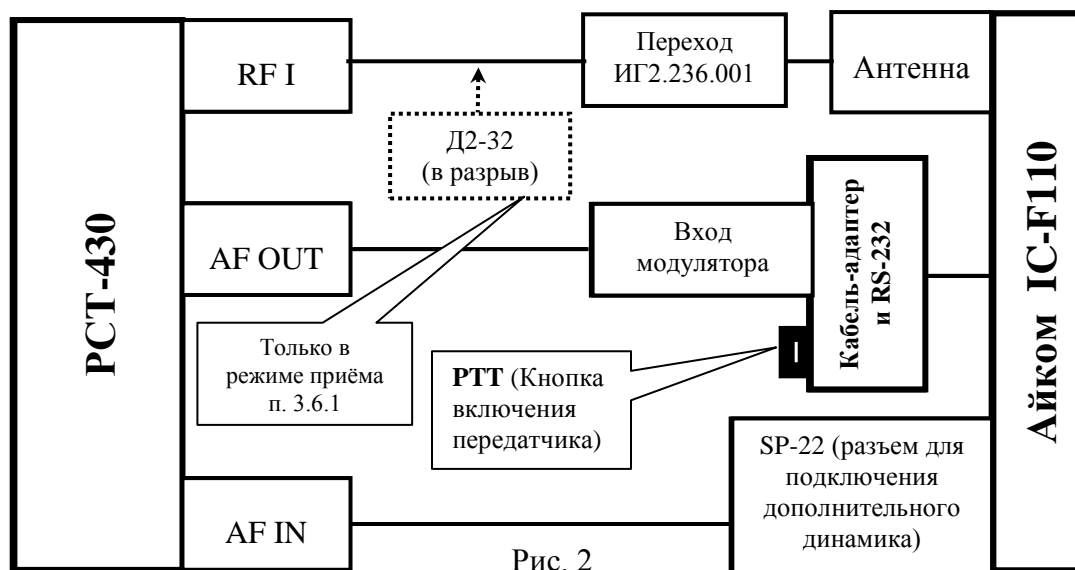

Рис. 2
3.4. Подключить радиостанцию через *кабель-адаптер и интерфейс RS-232*, поставляемый по отдельному заказу, к РСТ-430 в соответствии со схемой подключения, приведенной на рис.2, проверить правильность и надёжность соединений, подать питание на радиостанцию.
**3.6 Измерение параметров приёмника.** Аппаратура остаётся подключенной, как указано на рис. 2. Ручку регулятора громкости РРГ радиостанции установить в среднее положение.